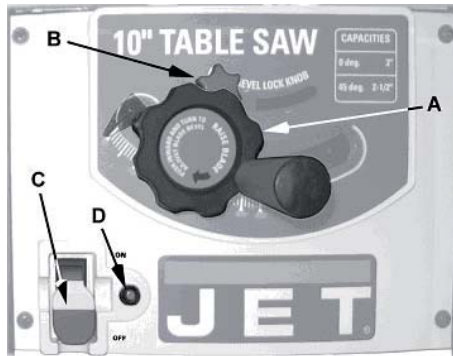

Рис. 24
- Розташований на передній панелі основної конструкції верстату (C, Рис. 24).
Захист від перевантажень (рис. 24)